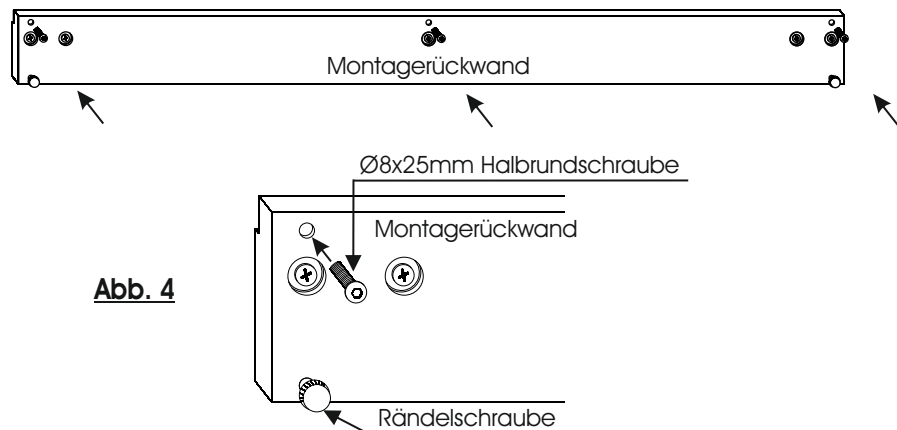

Abb. 4
8. Drehen Sie in die oberen Bohrungen die M8x25mm Halbrundschraben ein. Die Schrauben dürfen nicht in den Falzbereich hineinreichen. (Abb. 4)